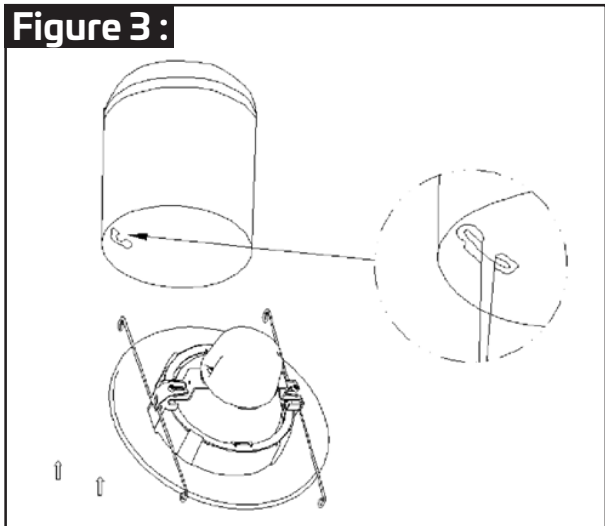

Figure 4 :
ÉTAPE 5 : Comme indiqué à la Figure 4 - Appuyez sur le ressort des deux côtés de façon à ce que les ressorts se trouvent des deux côtés de la baïonnette.